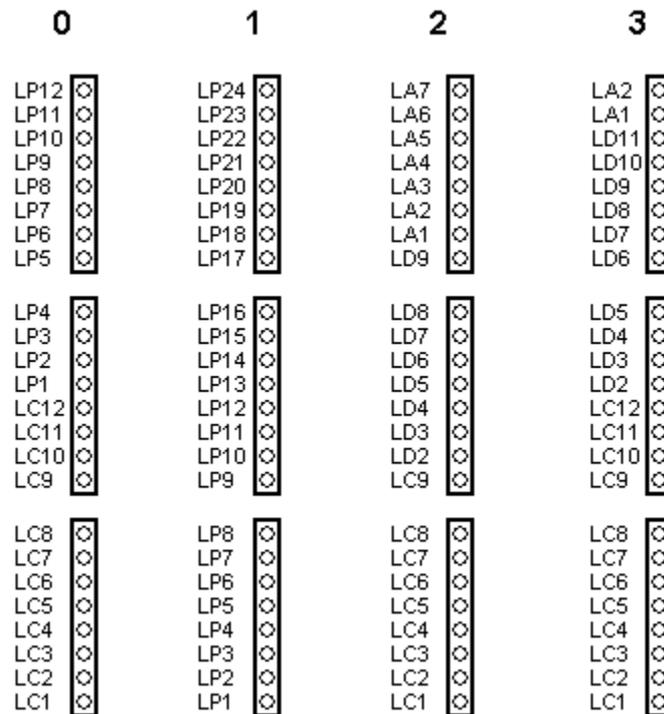

Figura 55
- Configuración de bornes de llamadas (Tabla 2). La Figura 55 muestra la configuración de los bornes de entrada salida para las configuraciones tipo “una llamada por hilo” (ID = 0 a 3). Por la descripción de las otras configuraciones ver sección “Conexión de las llamadas” del capítulo “INSTALACIÓN”)